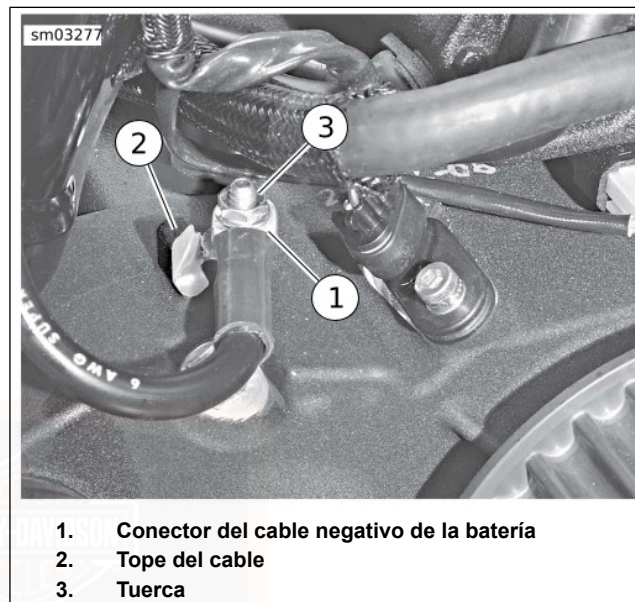
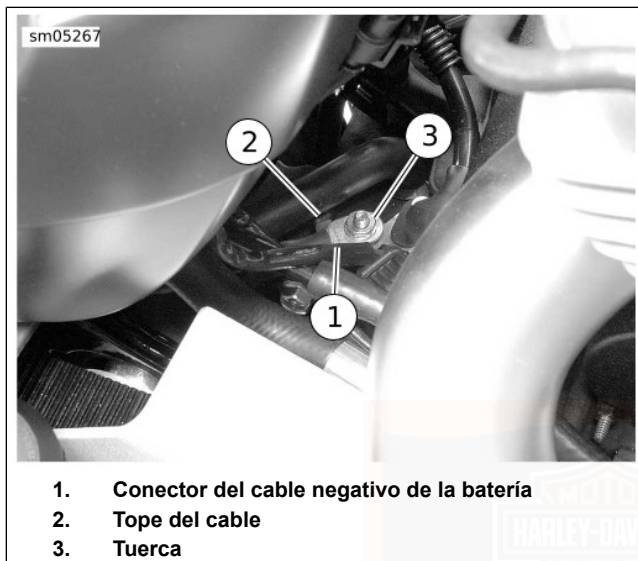

Figura 63. Conexión del cable negativo (-) de la batería al espárrago a tierra en el cárter: XL
Figura 64. Conexión del cable negativo (-) de la batería al espárrago a tierra en el cárter: XR
12. Coloque el conector del cable negativo (-) de la batería en el espárrago a tierra (5) en el saliente del cárter detrás del conjunto del motor de arranque (3). Enrosque la tuerca (2) en el espárrago.
13. Vea la Figura 63 o la Figura 64. Presione el conector del cable negativo (-) de la batería (1) contra el tope del cable (2) en el cárter y apriete la tuerca (3) a 6,2–8,5 N·m (55–75 **in-lbs**).